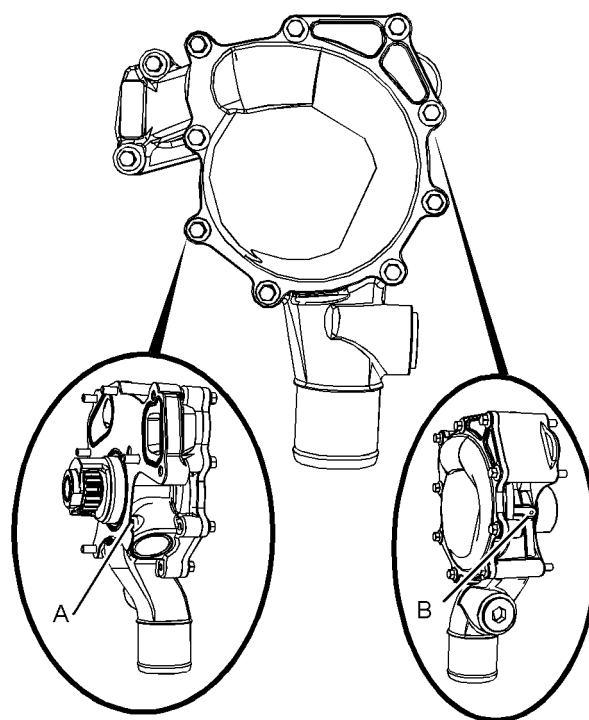

Fig. 85
**Merk:** Vannpumpetetningene smøres av kjølevæsken i kjølesystemet. Det er normalt at det lekker litt. Se fig. 85 for plasseringen av avtappingsshullet og luftehullet.